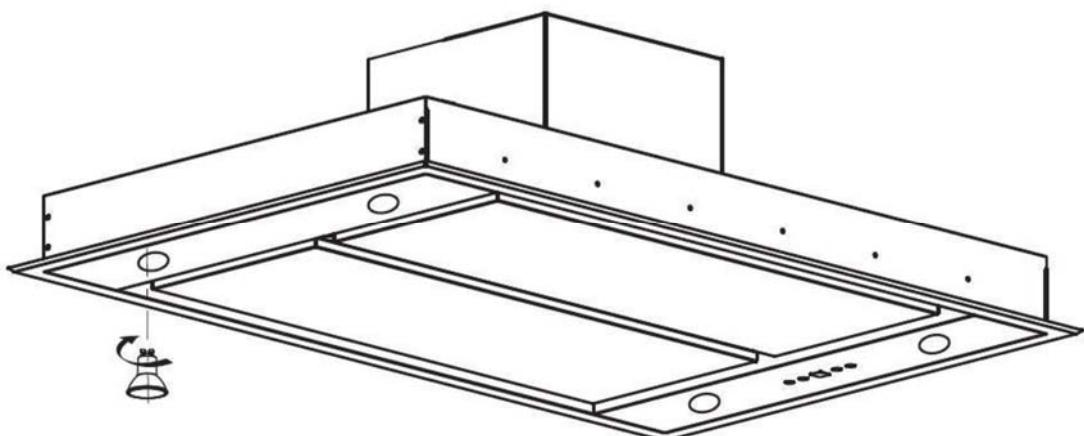

RYS. 15
1. Włóz śrubokręt płaski do otworów wokół brzegów oprawy, użyj nacisku, aby podważyć oprawę i wyjąć ją, wyciągnij przewód oświetleniowy, aby wymienić żarówkę. Zob. rys. 15